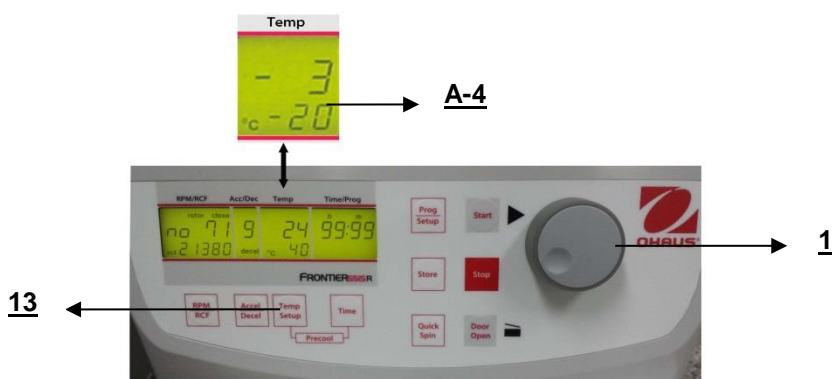

Figura 19
Esta función se activa con el botón "Temp/Setup" (13). Después de presionar este botón, en la pantalla "Time/Prog" destella la indicación "°C" (A-4). Con la perilla (1) puede preseleccionarse la temperatura de prueba deseada en pasos de 1 °C en un rango de -20 °C hasta +40 °C. El valor se indica permanentemente en la pantalla (Figura 19) antes, durante y después de la operación. ¡Observe las mínimas temperaturas respectivas de los rotores a máxima velocidad!